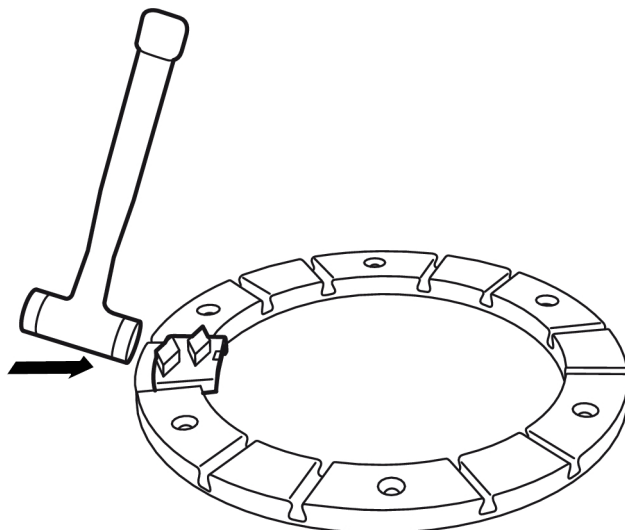

Рисунок 4-4. Снятие головок
1. Выбейте шлифовальную головку из держателя несколькими легкими ударами резинового молотка, чтобы открылся механизм фиксации, см Рисунок 4-4, стр. 19. Затем извлеките головку из направляющего паза.